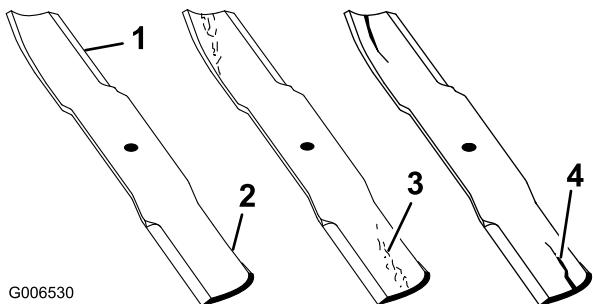

Figura 101
- Examine cuidadosamente los extremos de corte de la cuchilla, sobre todo en el punto de reunión entre la parte plana y la parte curva de la cuchilla (Figura 101). Puesto que la arena y cualquier material abrasivo pueden desgastar el metal que conecta las partes curva y plana de la cuchilla, compruebe la cuchilla antes de utilizar el cortacésped. Si se aprecia desgaste (Figura 101), cambie la cuchilla.